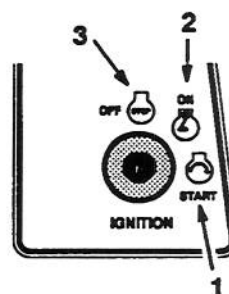

Figure 7
2. Tourner la clé de contact sur OFF (ARRET) (Fig. 7).